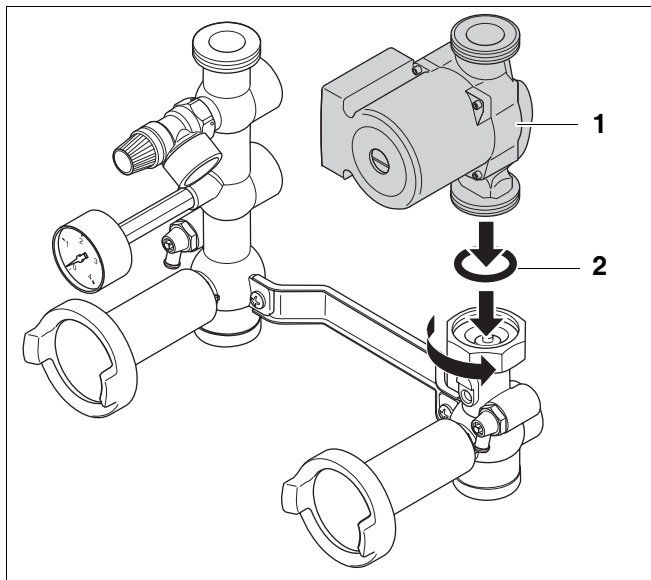

Bild 8 Montera pumpen igen
- Sätt sedan tillbaka den plana gummitätningen (bild 8, pos. 2) och montera pumpen (bild 8, pos. 1) igen.